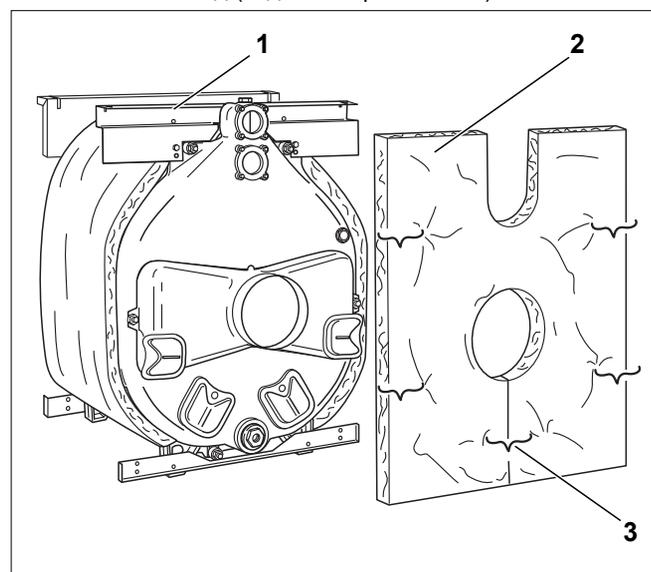

Рис. 33 Монтаж теплоизоляции задней секции
- ▶ Наденьте теплоизоляцию задней секции (рис. 33, [2]) на патрубок отвода дымовых газов. При этом вырез для подающей и обратной линии должен быть направлен вверх.
- ▶ Прикрепите теплоизоляцию задней секции двумя пружинными стяжками к задней верхней траверсе (рис. 33, [1]).
- ▶ Разрез под патрубком дымовых газов стяните пружинной стяжкой (рис. 33, [3]).